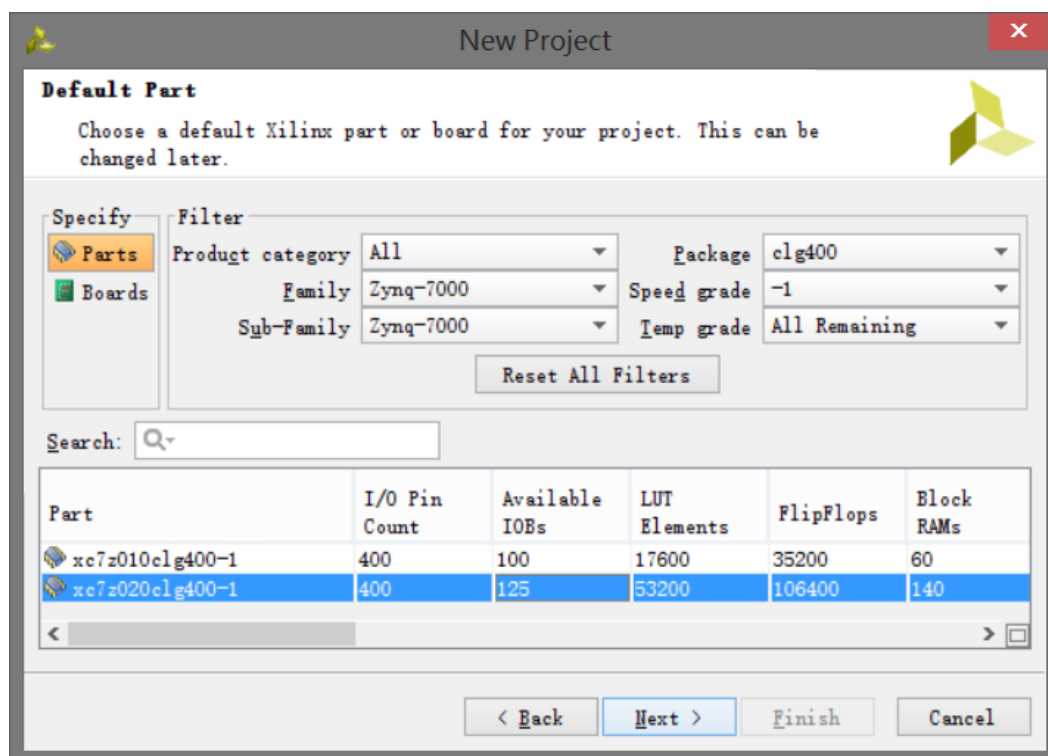

图 3-1-14 器件选型
(10) 在默认窗口中，选择 **Parts** 选项，在 **Filter** 部分的各种下拉菜单中，选择 **XC7Z010CLG400-1**。过滤条件在图 3-1-14 中列出，分别是：在 **Family** 中选择 **Zynq-7000**，在 **Sub-Family** 中选择 **Zynq-7000**，在 **Package** 中选择 **CLG400**，如果需要的话，继续在 **Speed grade** 中选择 **-1**。选择完毕后单击 **Next**；